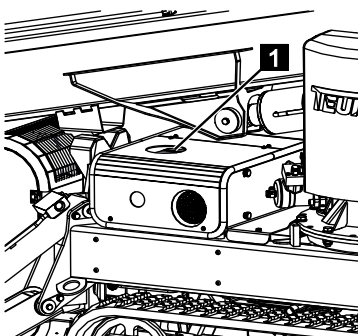

Fig. 113
4. Ouvrir le bouchon (Fig.113/1 du réservoir, le desserrer en le tournant dans le sens inverse des aiguilles d'une montre et le mettre à un endroit adapté de manière à ce qu'il reste propre.